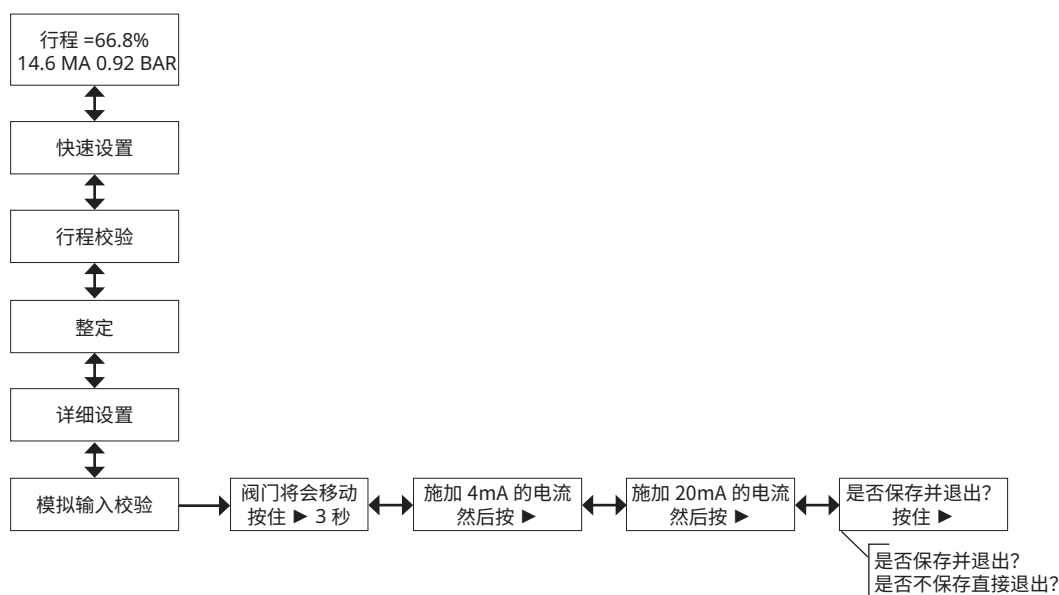

图 18. 模拟输入校验
- GULDE 3800SA 定位器在出厂时已校验了模拟输入。因此，您通常不需要执行此步骤。但是，如果您认为有必要进行调节，请执行下面的步骤并参考图 18。